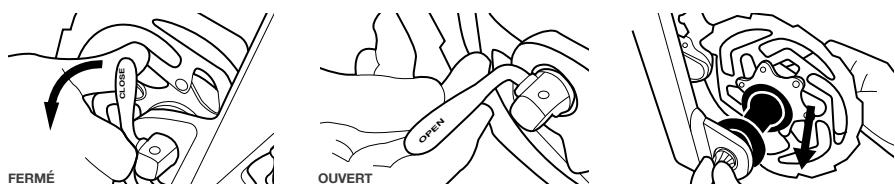

Figure 15. Ouverture de l'axe à blocage rapide
1. Ouvrez le levier de l'axe. Vous devez maintenant pouvoir lire l'inscription « OPEN » (« ouvert » en anglais) sur le levier comme sur la *Figure 15*.